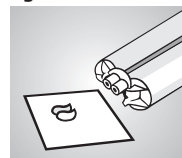
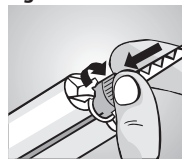

Fig. 3
Fig. 4
L'utilisation de la cartouche se fait à l'aide du pistolet mélangeur Automix2 (Fig. 2). Monter la cartouche sur le pistolet mélangeur et ensuite enlever le bouchon de la cartouche en le tournant. Faire sortir une petite quantité de matériau, jusqu'à ce qu'il sort des orifices de la cartouche d'une manière homogène (Fig. 3). Lors du montage de la canule de mélange observer les montures à baïonnette de la canule et de la cartouche. Arrêter la canule en la tournant dans le sens opposé (Fig. 4). Maintenant le matériau est prêt à l'emploi. Après usage, laisser la canule de mélange en place pour servir de bouchon. Utiliser exclusivement les canules de mélange 10:1 de couleur bleue pour l'application du **tempofit® premium!**
- Afin d'assurer un mélange homogène: Avant de monter la canule de mélange, **toujours** faire sortir une petite quantité du matériau, jusqu'à ce que la base et le cata-lyseur sortent des **deux orifices** de la cartouche **d'une manière homogène** (Fig. 3).